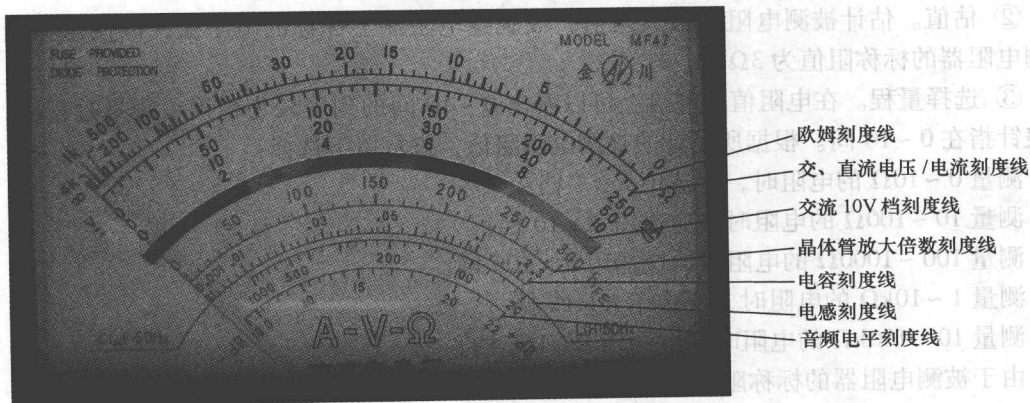

图 1-11 指针万用表的刻度盘
(1) 刻度盘 MF47 型指针万用表的刻度盘如图 1-11 所示，其上面有七条功能不同的刻度。具体功能如下：